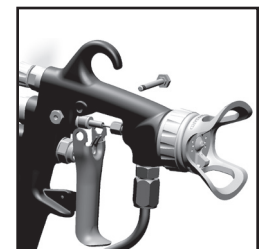

Fig. 7
1. Déposer la gâchette en déposant la vis et l'écrou. (voir fig. 7).
9. Reposer la gâchette, sa vis et son écrou. (voir fig. 7).